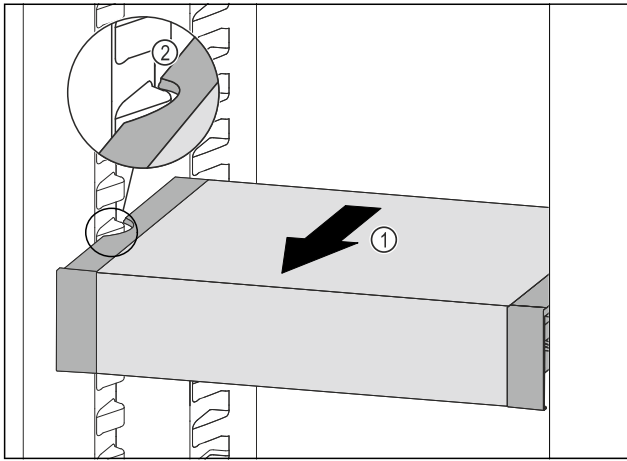

Fig. 102
- Tirer le VarioSafe vers l'avant Fig. 102 (1) jusqu'à ce que les encoches latérales du VarioSafe se trouvent au niveau de la nervure du bac dans la partie réfrigérateur. Fig. 102 (2)